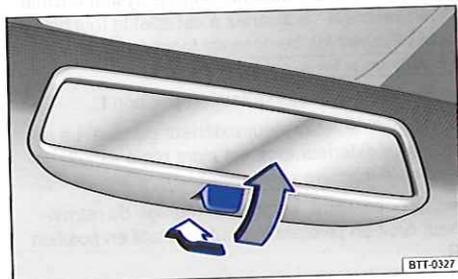

Fig. 97 Sur le pare-brise : rétroviseur intérieur jour/nuit manuel.
- Pour sélectionner la position nuit, tirez le levier vers l'arrière  $\Rightarrow$  fig. 97.